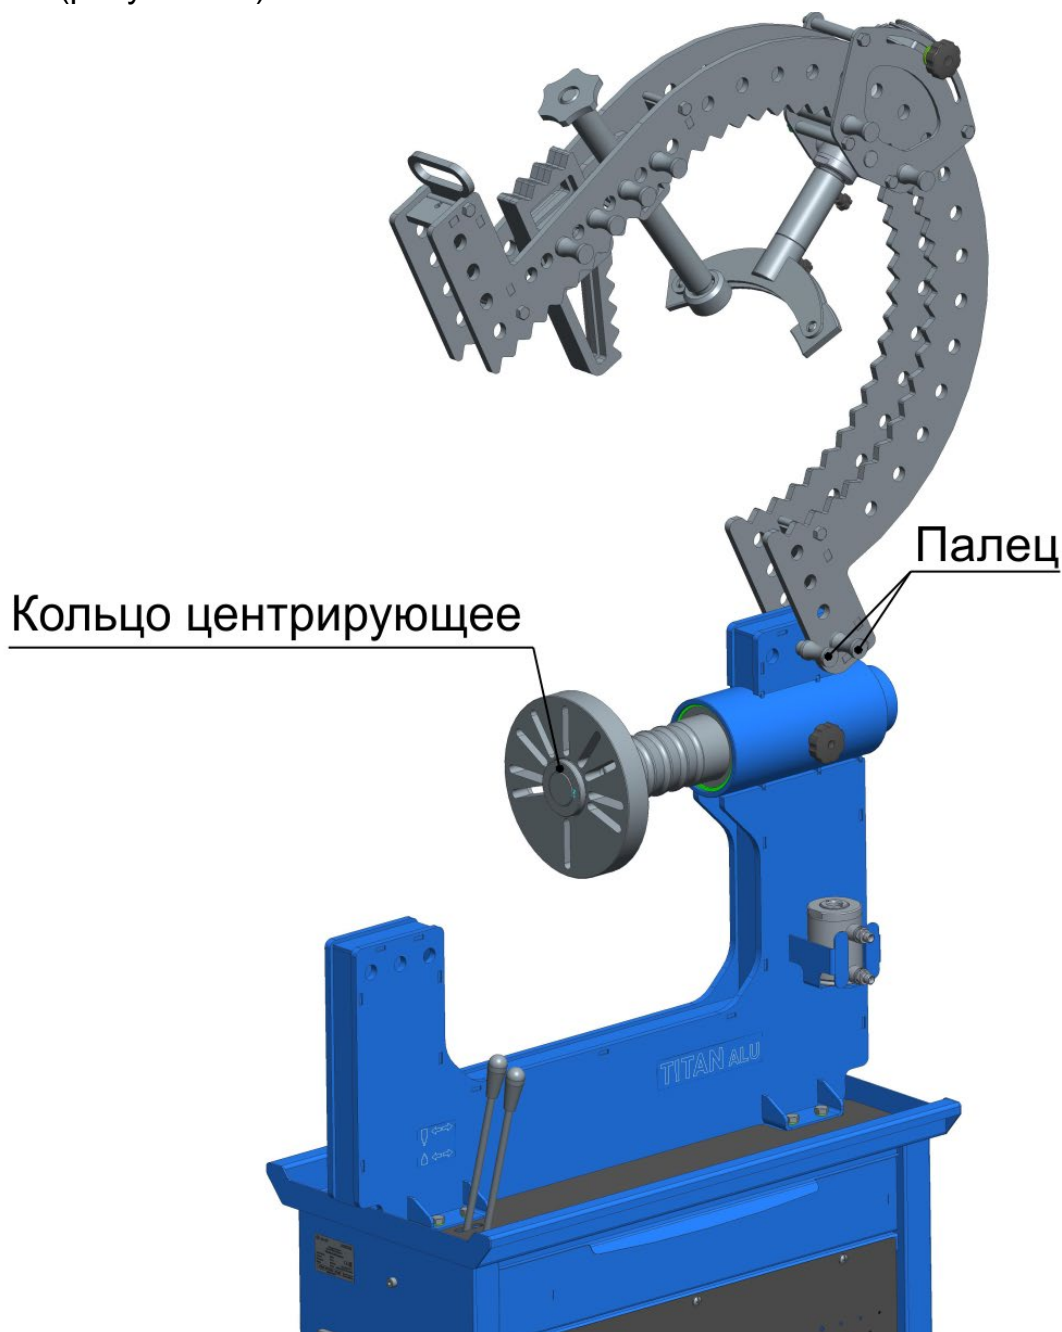

Рисунок 7.1 - Фиксация моста в поднятом положении
7.1 Для удобства установки деформированного диска на стенд, мост можно поднять вверх, зафиксировав его двумя пальцами. Подобрать по диаметру центрального отверстия диска центрирующее кольцо и установить его перед планшайбой (рисунок 7.1).